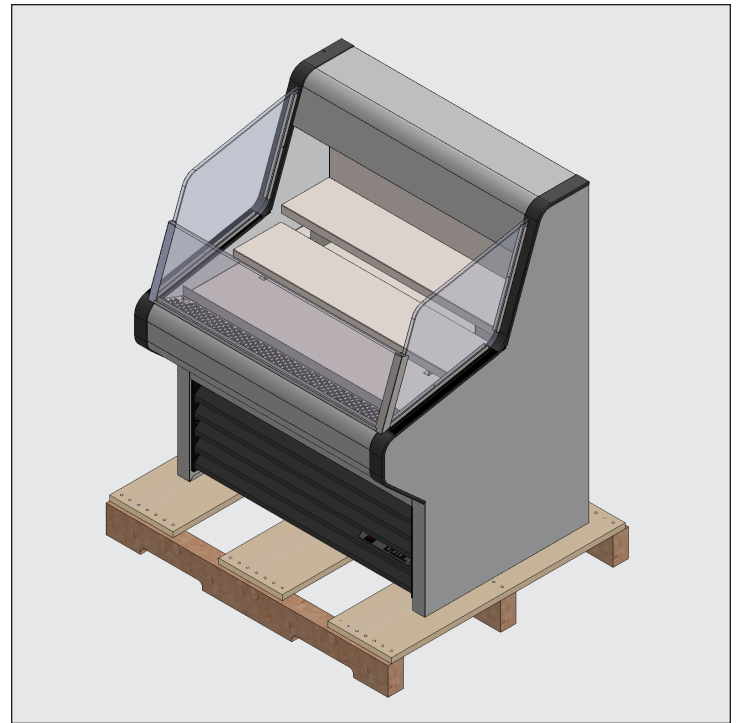

Fig. 1. Retirez l'emballage extérieur.
1. Enlevez l'emballage extérieur (carton et papier bullé ou coins en polystyrène expansé et plastique transparent). Voir fig. 1. Vérifiez qu'il n'y a pas de dommages cachés. **Là encore, effectuez immédiatement une réclamation auprès du transporteur si vous constatez un dégât.**